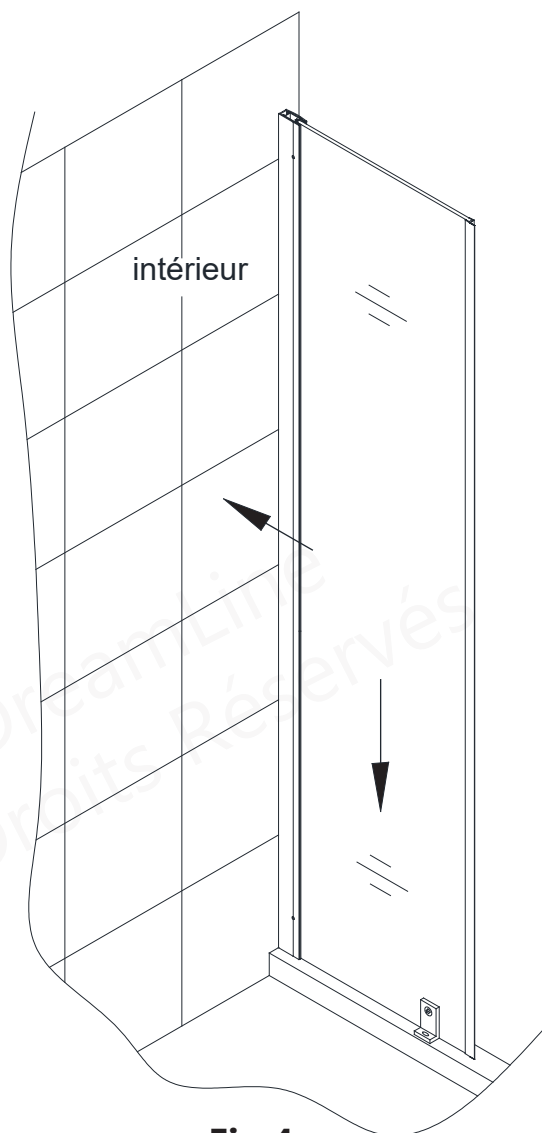

Fig 4
4. Positionnez soigneusement le panneau assemblé sur le seuil et contre le mur. Poussez le **profilé mural** (N° 09) bien ajusté contre le mur tout en maintenant le **panneau bien appuyé au seuil**. (**Fig. 4**)